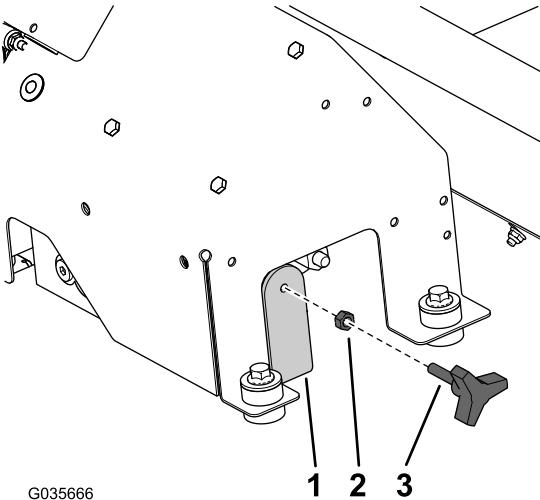

Рисунок 20
- Снимите ручку с ранее снятого жгута проводов и установите ее на ранее установленный кронштейн ручки (Рисунок 20).